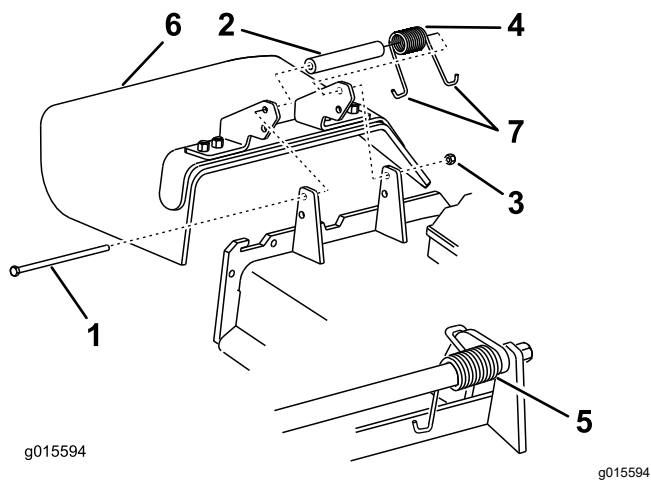

Bild 93
1. Entfernen Sie die Sicherungsmutter, Schraube, Feder und das Distanzstück, mit denen das Ablenkblech an den Drehhalterungen befestigt ist (**Bild 93**).
- Hinweis:** Achten Sie darauf, dass ein J-Hakenende der Feder hinter der Mähwerkkante befestigt ist, bevor Sie die Schraube einsetzen, wie in Bild 93 abgebildet.
6. Führen Sie das J-förmige Hakenende der Feder um das Ablenkblech (Bild 93).